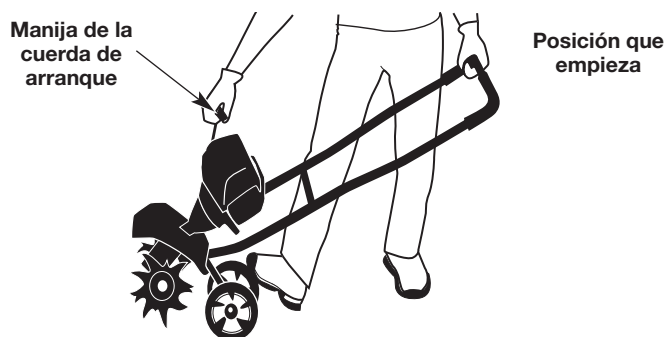

Fig. 9
ADVERTENCIA: Se debe evitar arrancar accidentalmente la unidad. A fin de evitar que se produzcan lesiones graves, el operador y la unidad deben estar en una posición estable cuando se jala la cuerda de arranque (Fig. 9).
ADVERTENCIA: Los dientes pueden girar durante el proceso de arranque. Siempre párese en la posición de arranque. Utilice un pie para mantener las ruedas en su lugar. Inclíne la unidad ligeramente hacia atrás para separar los dientes del suelo (Fig. 9).
2. Párese en la posición de arranque (Fig. 9). Sujete firmemente la barra de control con una mano. Sostenga la cuerda de arranque con la otra mano. Use el pie para aguantar las ruedas.
3. Inclíne la unidad ligeramente hacia atrás para separar los dientes del suelo (Fig. 9).
5. Siga sosteniendo oprimido el control del acelerador. Tire de la cuerda de arranque con un movimiento controlado y firme hasta que arranque la unidad (Fig. 9).